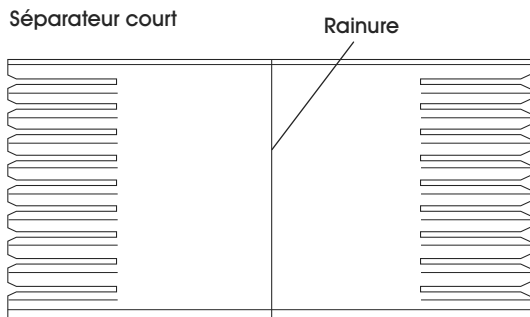

Figure 22
1. Pliez le séparateur court le long de la rainure. (Voir Figure 22 et 23)